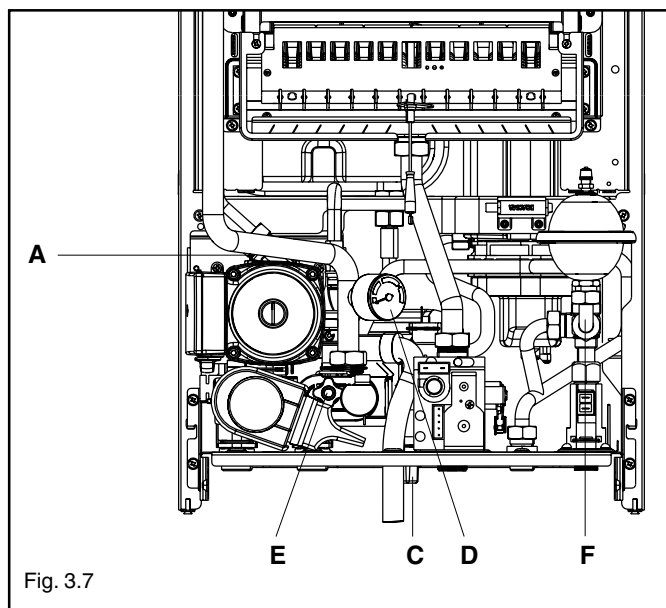

Fig. 3.7
- abrir el tapón del purgador automático (A) - fig. 3.7 - 2 vueltas
- conectar el tubo de silicona de mayor diámetro (suministrado en la bolsa con la documentación en la caldera) a la válvula de vaciado de la caldera (E) - fig. 3.7
- aflojar la válvula de vaciado de la caldera (E) - fig. 3.7
- conectar el tubo de silicona de menor diámetro (suministrado en la bolsa con la documentación en la caldera) a la válvula de vaciado del circuito de sanitario (F) para evitar pérdidas de agua que podrían dañar el aparato - fig. 3.7
- aflojar la válvula de vaciado del circuito de sanitario (F) - fig. 3.7